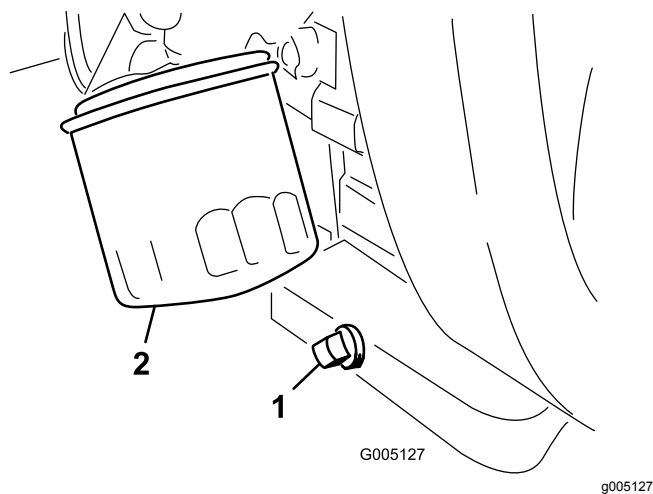

Figura 34
1. Togliete il tappo di spurgo (Figura 34) e lasciate defluire l'olio in una bacinella.
2. Pulite i filetti del tappo di spurgo, applicate sigillante PTFE e montate il tappo di spurgo (Figura 34).
3. Togliete il filtro dell'olio (Figura 34).